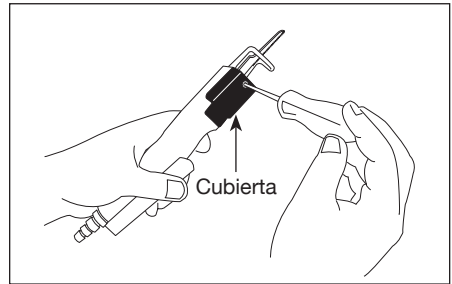

Figura 3
2. Use un desarmador Phillips para aflojar el tornillo de la cubierta (Figura 3).